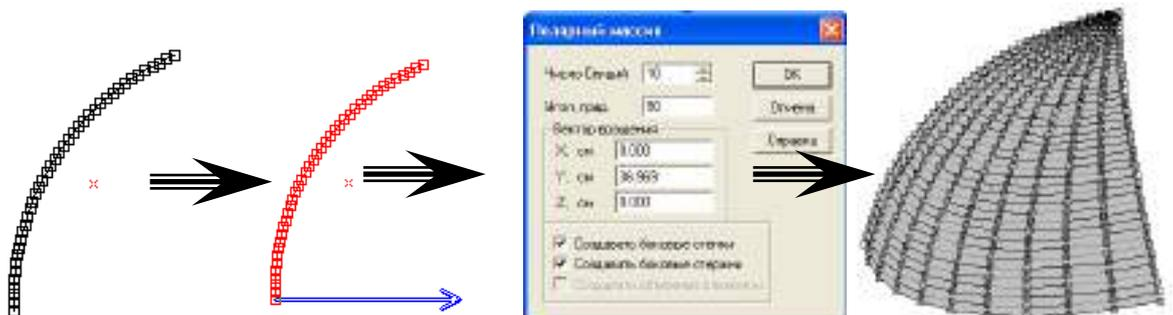

Рисунок 6.46
**Задание 7.1** Начертите произвольную дугу с числом стержней равным 40 и создайте полярный массив по образцу (рисунок 6.46)